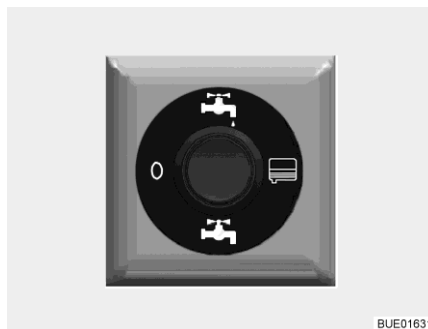

Bild 173 Brytare för elmanövrerad avtappningskran
- Tryck upp till på brytaren (Bild 173). Avloppsvattnet tappas ur.
- Tryck ned till på reglaget (Bild 173) när avloppsvattnet runnit ut helt.
- Ställ brytaren (Bild 173) i läge "0" (strömlös).